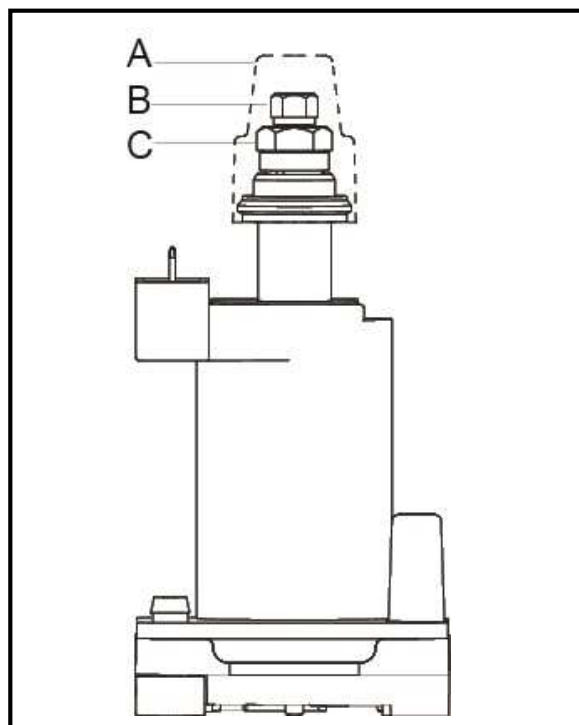

Fig. 23: Sección en corte de la sujeción del controlador con tornillo de ajuste
- ⇒ Retire la tapa de protección **A** de la sujeción del controlador (**Fig. 23**)
parpadee. Ahora puede ajustar el valor deseado con los botones SW2(+) y SW3(-) de forma que se alcance la presión deseada de 31 (1 mbar más que la deseada). Si no se alcanza este valor, la **limitación mecánica** en el solenoide (tornillo de ajuste exterior **C** con SW 8, **Fig. 23**) debe cambiarse en consecuencia y debe continuarse con el ajuste. Guarde su entrada volviendo a pulsar los botones SW2(+) y SW3(-) simultáneamente durante 3 segundos.
- ⇒ Para ajustar la presión mínima, se selecciona el parámetro "PP07", como descrito anteriormente. Ajuste el valor de presión deseado de 14 mbar (1 mbar menos de la deseada) utilizando los botones SW2(+) y SW3(-). Si no se alcanza este valor, la **limitación mecánica** en el solenoide (tornillo de ajuste exterior **B** con SW 5, **Fig. 23**) debe cambiarse en consecuencia y debe continuarse con el ajuste. Guarde su entrada volviendo a pulsar los botones SW2(+) y SW3(-) simultáneamente durante 3 segundos.